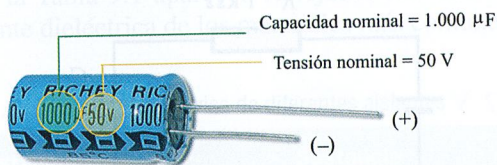

Figura 9.11. Características de un condensador electrolítico.
- **Tensión de trabajo o nominal (U_n):** por supuesto, no es recomendable que la tensión a la que trabaja un condensador sea mayor que la de perforación. De aquí nace el concepto de **tensión de trabajo**, que se define como la tensión a la que puede funcionar un condensador de forma permanente sin sufrir daños. Esta tensión es la que se encuentra indicada en la superficie de los condensadores (véase un ejemplo en la Figura 9.11).